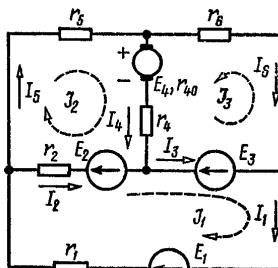

рис. 3
3. Яким має бути переріз мідних дротів лінії для передачі споживачу потужності $P = 16 \text{ кВт}$ за умови, що збитки потужності не перевищуватимуть $\rho = 5\%$, якщо довжина лінії $l = 180 \text{ м}$ і напруга у кінці лінії дорівнює $U_2 = 220 \text{ В}$? (6)
4. Методом контурних струмів найти струми у колі, схема якого зображена на рис.3. Дано: $E_1 = 100 \text{ В}$, $E_2 = 30 \text{ В}$, $E_3 = 10 \text{ В}$, $E_4 = 6 \text{ В}$, $r_1 = 10 \Omega$, $r_2 = 10 \Omega$, $r_4 = 6 \Omega$, $r_5 = 5 \Omega$, $r_6 = 15 \Omega$, $r_{40} = 1 \Omega$. (8)